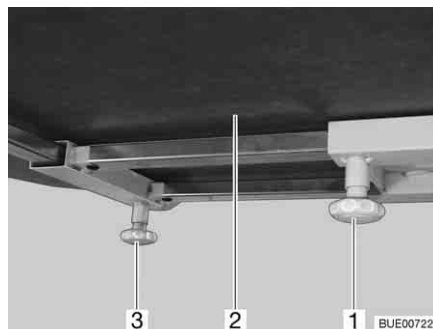

Fig. 114 Spostamento del piano del tavolo (alternativa)
- Svitare la vite a testa cilindrica zigrinata (Fig. 114,1).
- Spingere il piano del tavolo (Fig. 114,2) nella posizione desiderata.
- Svitare la vite a testa cilindrica zigrinata (Fig. 114,3).